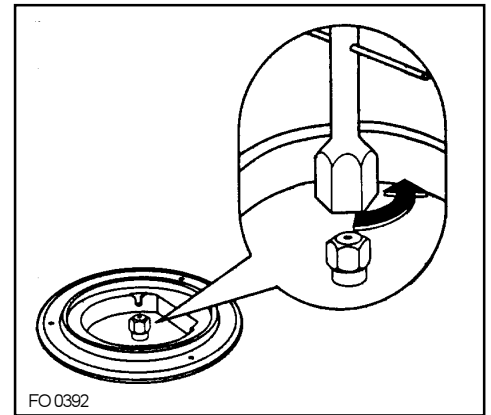

Fig. 3
- 3) Avec une clé de 7 dévissez les injecteurs (Fig. 3) et remplacez-les par ceux convenant au type de gaz utilisé (voir tableau).